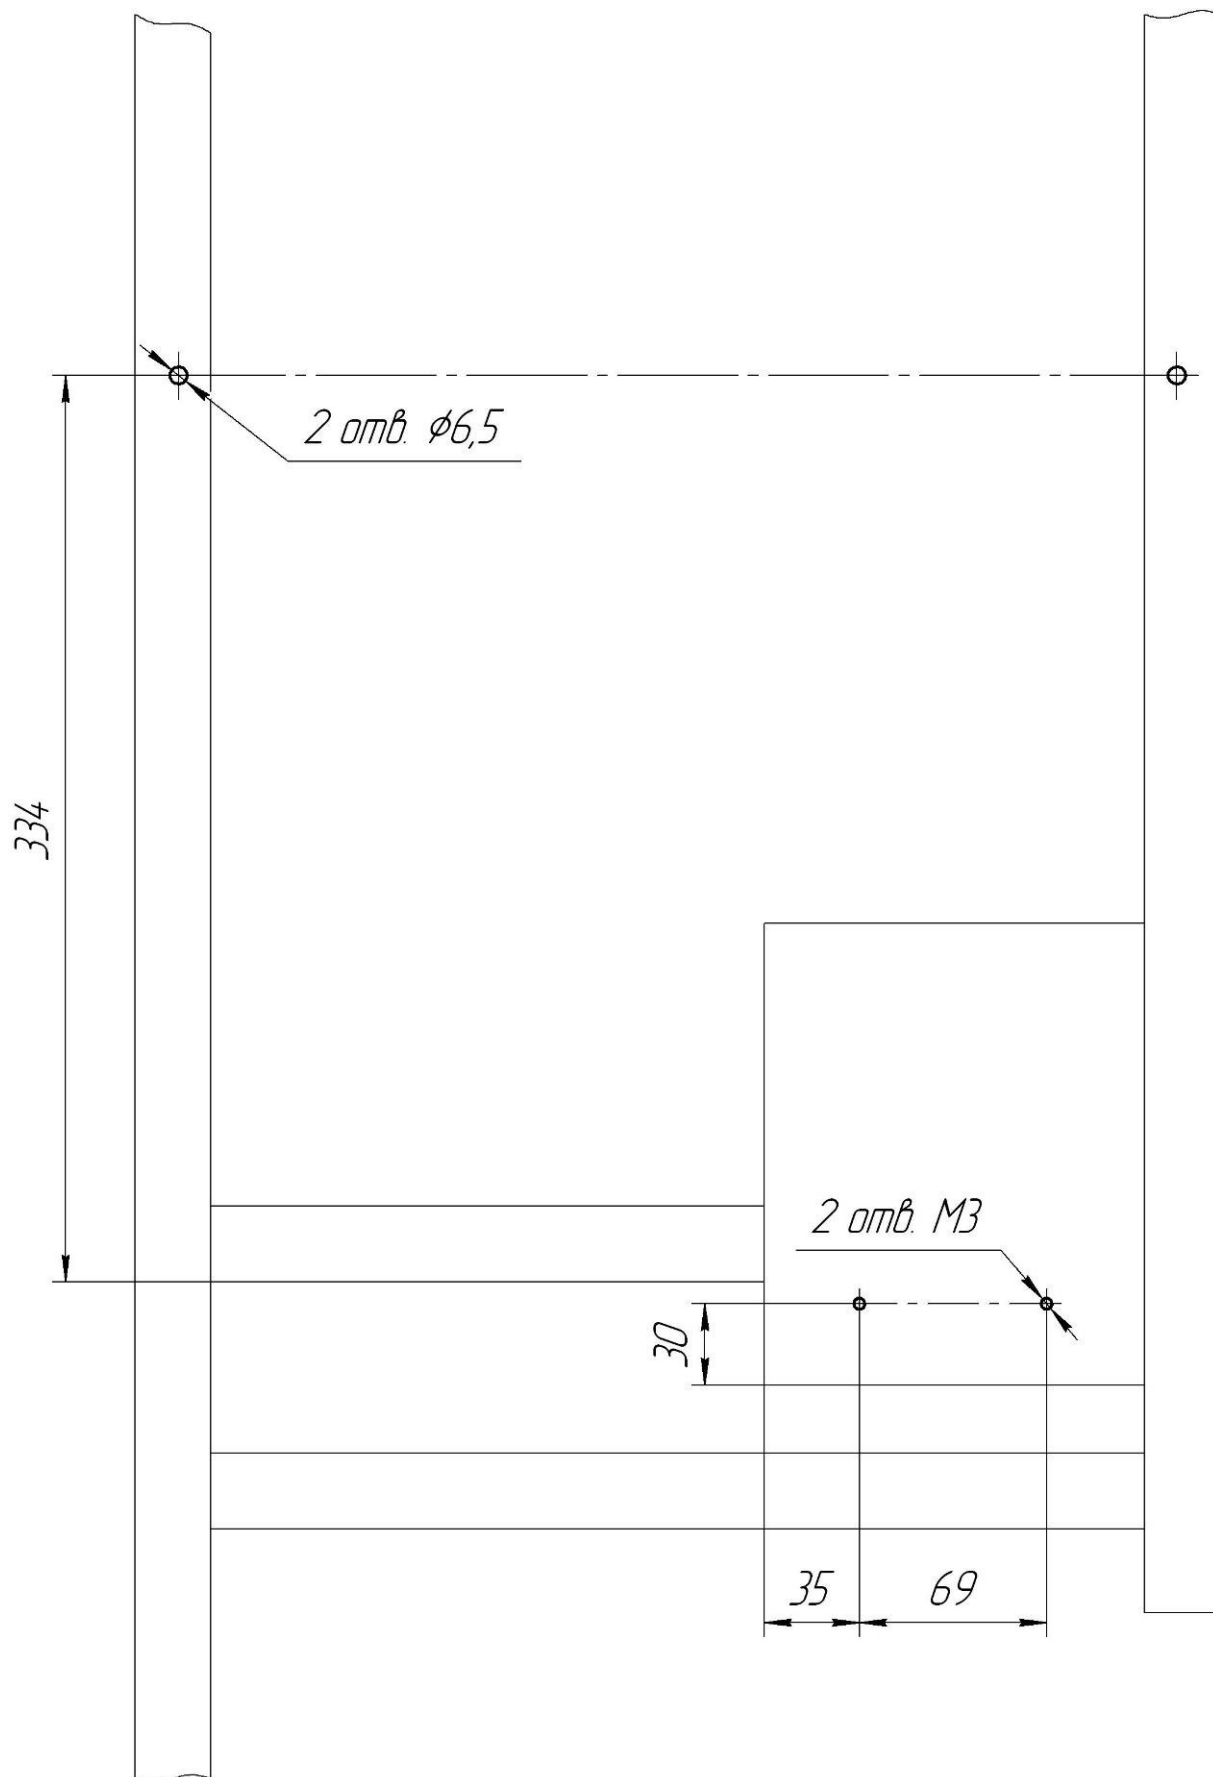

Рисунок 2.2.1 – разметка отверстий под установку кронштейнов ТМС-Э5
1. Просверлить четыре отверстия Ø6,5 мм на монтажной панели СУ чертежу (см. рис. 2.2.1);
4. Просверлить два отверстия Ø2 мм на монтажной панели СУ и нарезать резьбу М3 согласно чертежу (см. рис. 2.2.1);